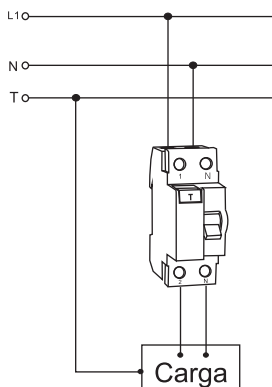
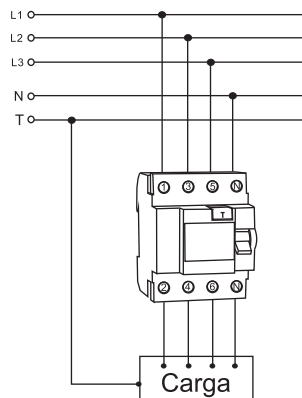

Figura 1
Figura 2
- Circuito monofásico e trifásico com neutro: devem ter todos os condutores de fase e neutro conectados ao interruptor DR (Figura 1 e Figura 2).